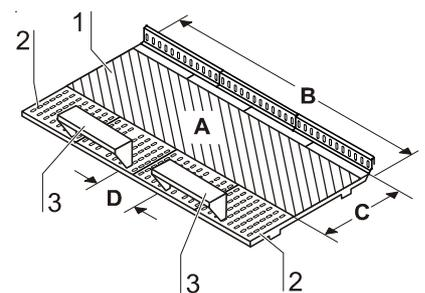

Fig. 9
**Fig. 9:** Lo spazio di lavoro **A** per una protezione ottimale del prodotto si estende sull'intera larghezza **B** e la profondità **C** del piano di lavoro [1]. I due braccioli [3] vengono posizionati con una distanza **D** (20 cm) fra loro al centro rispetto alla spazio di lavoro. Per il fissaggio i braccioli vengono inseriti rispettivamente nella prima fila di fori [2] della piastra di lavoro.